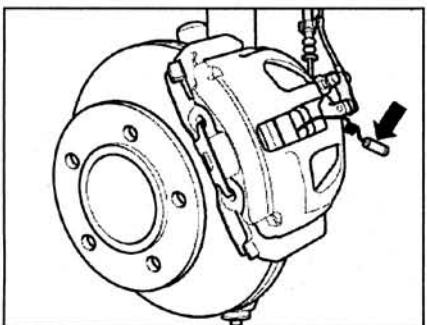

Рис. 7.3. Отсоедините разъем проводки (стрелка) от индикатора износа тормозной накладки.
3. Отсоедините разъем проводки (стрелка) от индикатора износа тормозной накладки (рис. 7.3).